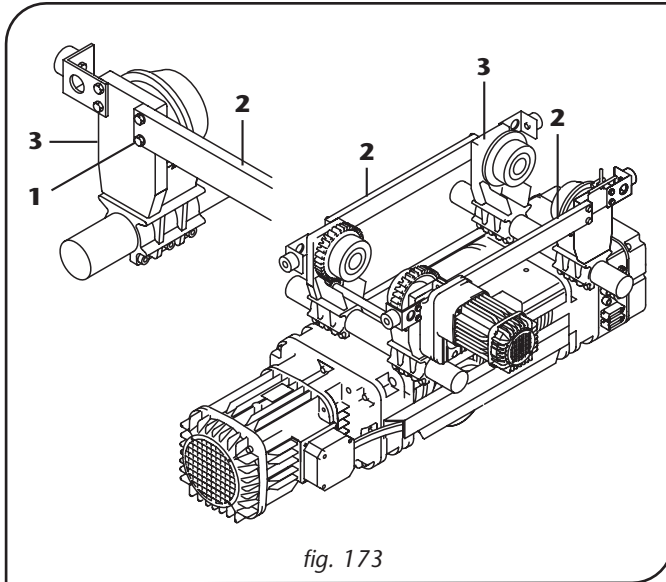

fig. 173
- Remettre en place les barres transversales -2- des montants porte-galet -3- à l'aide des vis de fixation -1- (fig. 173) mais sans les serrer.